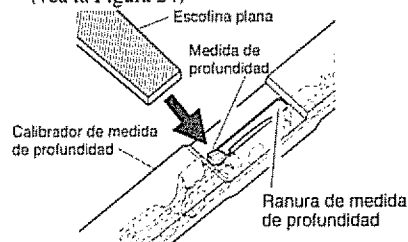

Figura 24 - Calibrador de medida de profundidad en la cadena
1. Coloque el calibrador de medida de profundidad (635 mm) firmemente a lo largo de dos elementos de corte. Asegúrese de que la medida de profundidad penetra en la ranura del calibrador de la medida de profundidad (vea la Figura 24)